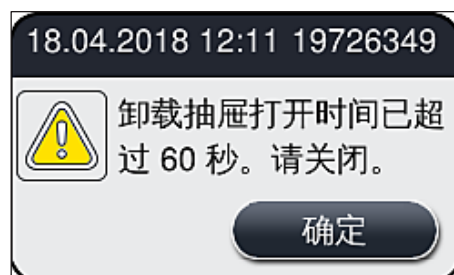

图 77
- 如果卸载抽屉的打开时间超过 60 秒，用户将收到一条消息 (→ 图 77)。